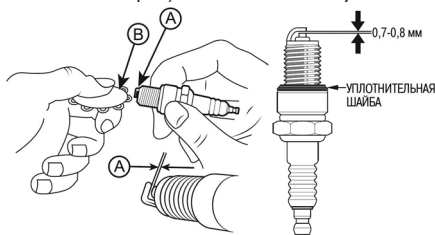

Рис. 19. Проверка зазора между электродами
5. Измерьте зазор A между электродами свечи зажигания специальным щупом B. Зазор должен быть 0,7-0,8 мм (Рис. 19). При увеличении или уменьшении требуемого зазора, рекомендуется заменить свечу, так как регулировка зазора может привести к изменению качества искрообразования.